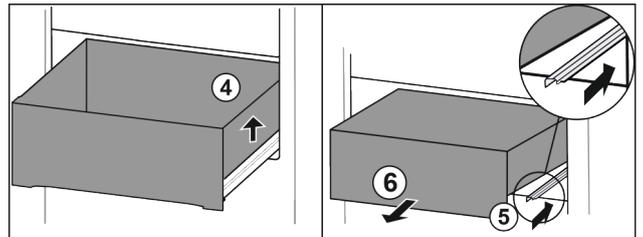

Fig. 83
- ▶ Sollevare il cassetto a destra. Fig. 83 (4)
- ▶ Inserire la guida destra. Fig. 83 (5)
- ▶ Rimuovere il cassetto tirandolo in avanti. Fig. 83 (6)